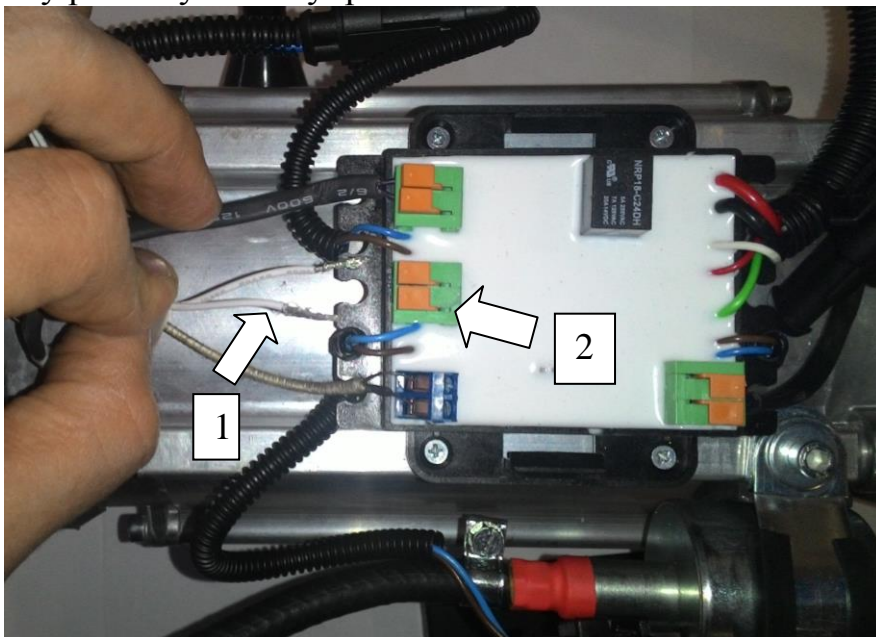

Рис.5 Снятие электропроводов свечи накаливания.
- отсоединить провода свечи накаливания поз.1 от разъема блока управления поз.2, снять резиновую заглушку поз.3, вынуть свечу поз.4, потянув с небольшим усилием за свободный конец свечи рисунок 5,6 и 7.